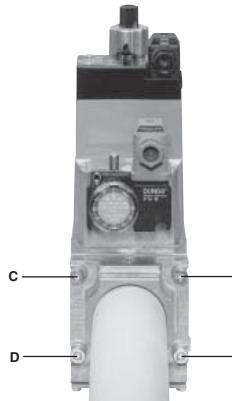
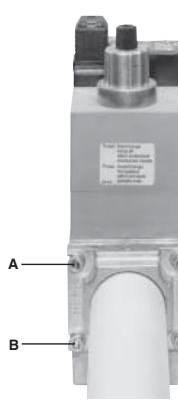

Рис. 9
Рис. 10
- 1.Расслабить винты А и В, но **не снимать** их (Рис. 9 и Рис. 10)
2. Отвинтить винты С и D (Рис. 9 и Рис. 10)